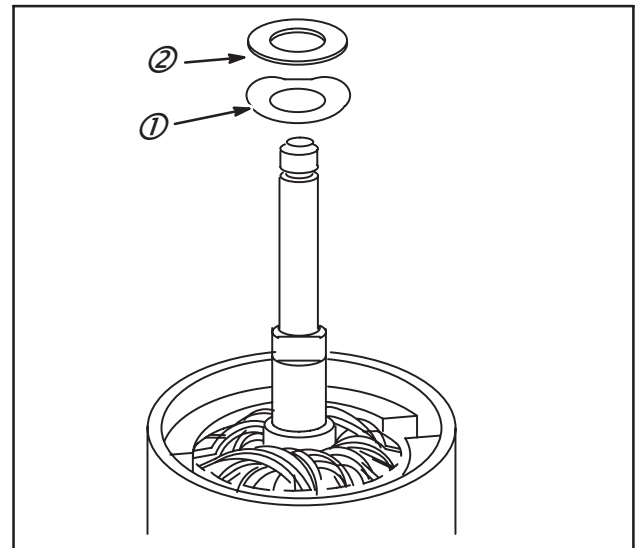

Fig. 73
5. Monter la rondelle à ressort (1) sur l'axe du rotor, côté concave vers le haut, Fig. 73. Placer alors la rondelle plate (2) sur le rotor.